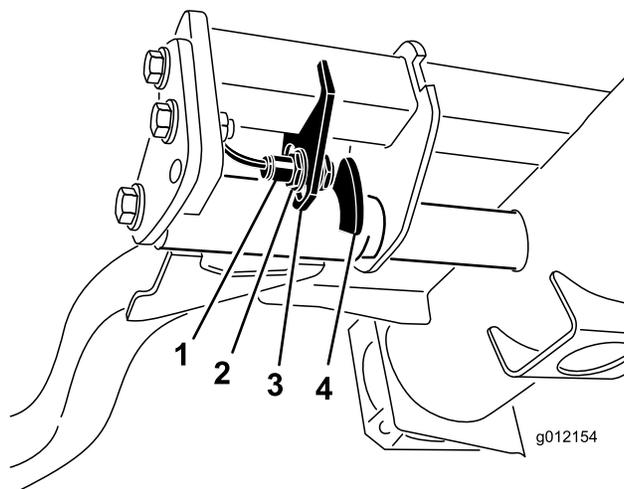

图34
2. 提升臂位于右前方提升臂（图34）后面的液压油箱下。
3. 拧松开关安装螺钉（图34）并向下移动开关，可增大提升臂的转向高度；向上移动开关，可减小提升臂的转向高度。旋紧安装螺钉。